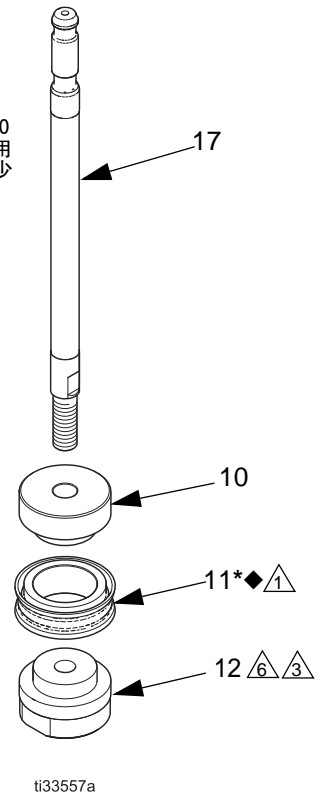

图 3. 拆卸或组装活塞（仅 750cc 型）
仅 7500cc 型: 将活塞密封件 (11◆*) 安装到活塞 (10) 上。请参见图 3 (第 7 页)。
2. 将高强度 (红色) Loctite® 263 或 2760 涂于整个活塞螺母 (12) 的内径螺纹上。将活塞杆 (17) 穿过活塞 (10) 和垫片 (40 ; 未用于 750cc 型号) 并拧入活塞螺母 (12) 中。将螺母拧紧至 95-100 英尺磅 (129-135 牛·米)。使用之前, 密封剂必须最少固化 12 小时。